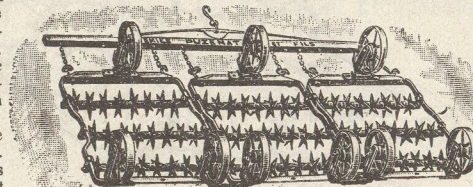

Fig. 69.
- 2° Trois roues par compartiment (fig. 69). Pour opérer le transport sur roues, on renverse les compartiments et on les accroche en file. — Ce dispositif, des plus commodes, évite toute possibilité d'accident ;